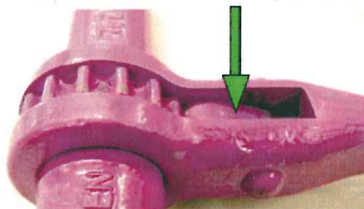

Bild 19:
2. Um den Ratschenspanner ICE-CURT zu lösen, drücken Sie an der Ratsche die Sperrklinke an den beiden „Dreiecksymbolen“ nach unten bzw. hinten (siehe Bild 19).